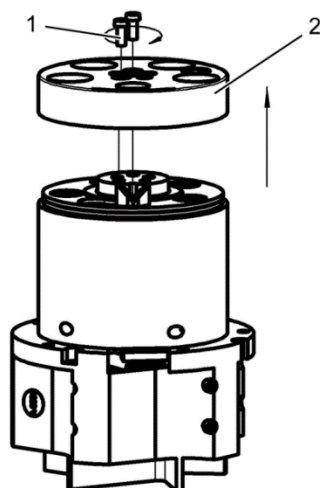

Abb. 71 Schrauben lösen
1. Die beiden innenliegenden Schrauben (Abb. 71 /1) auf der Abdeckung (Abb. 71/2) lösen und entfernen.